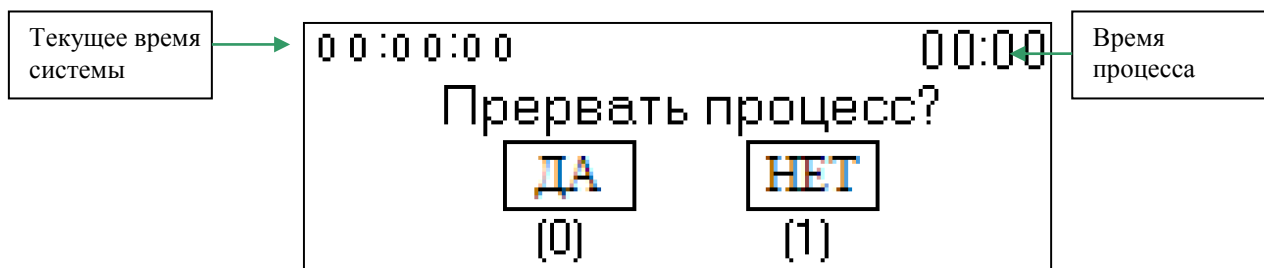

Рис. 15
7.16. В случае необходимости, можно прервать цикл стерилизации на любом из его этапов, для этого нажмите клавишу «F», появится окно подтверждения остановки процесса (рис. 15).